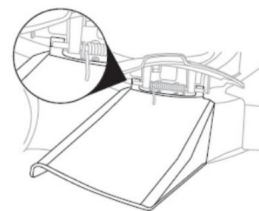

Fig. 9B
4. Montez le canal d'évacuation latérale sur la goupille de support du volet latéral. (Fig. 9B)